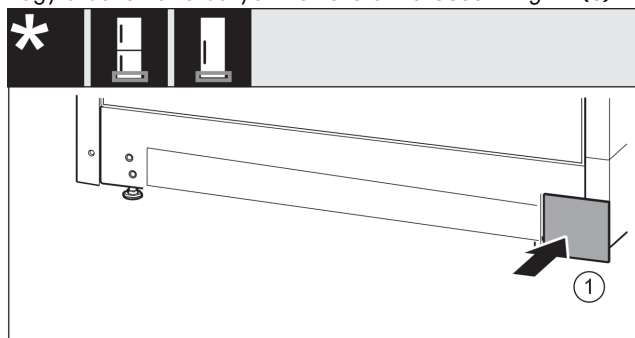

Fig. 18
- ▶ Tegye vissza a borítást a másik oldalra. Fig. 18 (1)